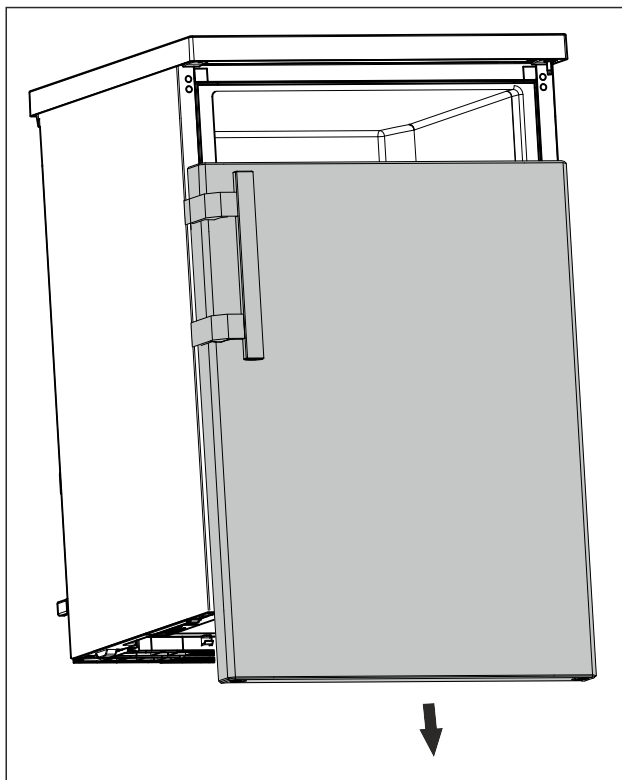

Fig. 12
- ▶ Tag døren af nedefter. (se Fig. 12)